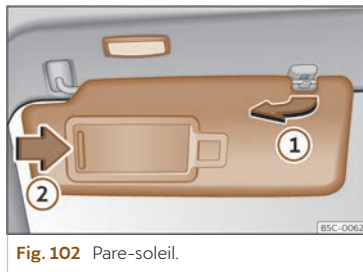

Fig. 102 Pare-soleil.
- Le pare-soleil peut être retiré du support et rabattu contre la portière >>> fig. 102 ①.